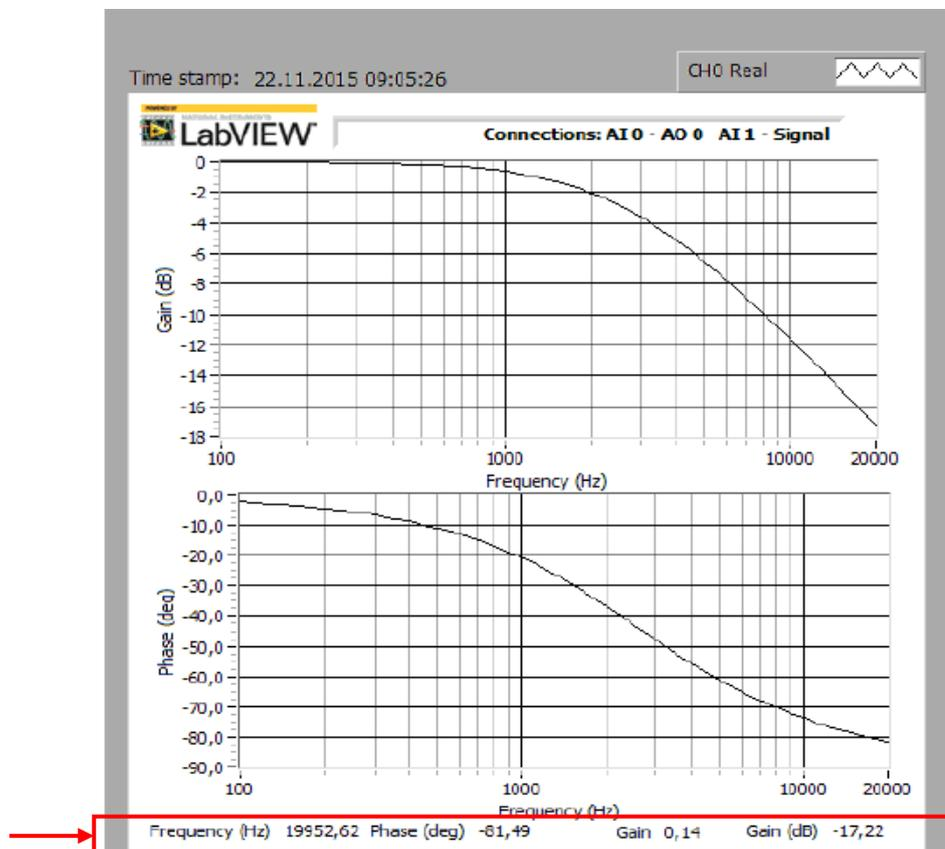

Abb.6.5.5: Das erste Bode-Diagramm des Tiefpassfilters
Klicken Sie danach einfach auf den **grünen Run-Button** in der unteren Button-Leiste und schon wird das erste Bode-Diagramm mit den eingestellten Standardwerten des Bode-Plotters gezeichnet, **Abb.6.5.5:**
- 3) In der untersten Zeile des Bode-Diagramms (rotes Kästchen in der Abb.6.5.5) werden die aktuellen Messwerte an der Cursor-Position dargestellt (der Cursor steht jetzt ganz rechts außen beim letzten Messpunkt). Die Messwerte an diesem Messpunkt sind somit: